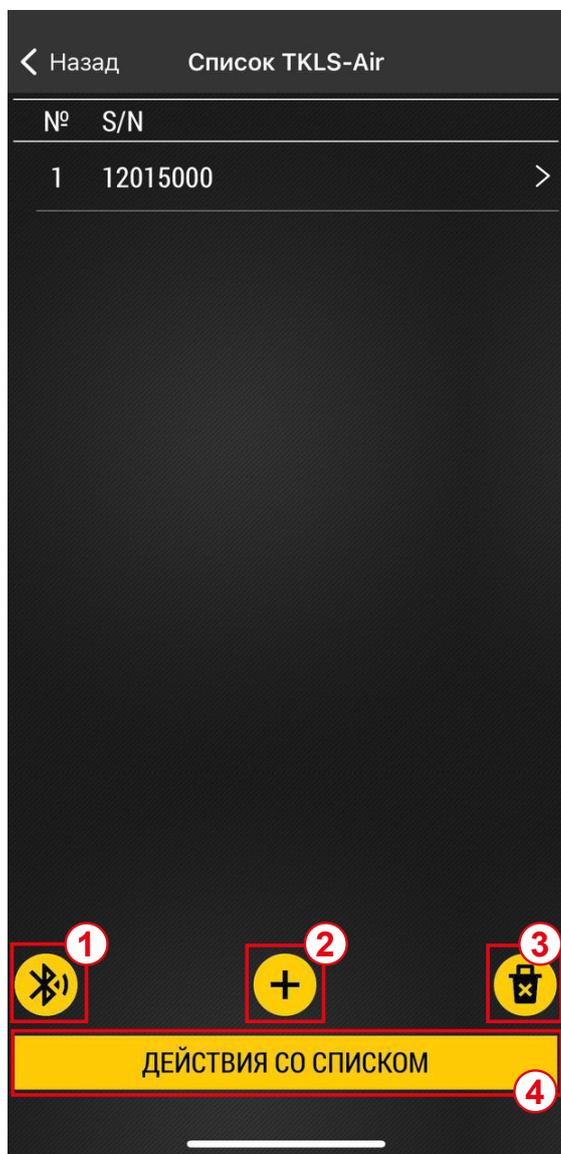
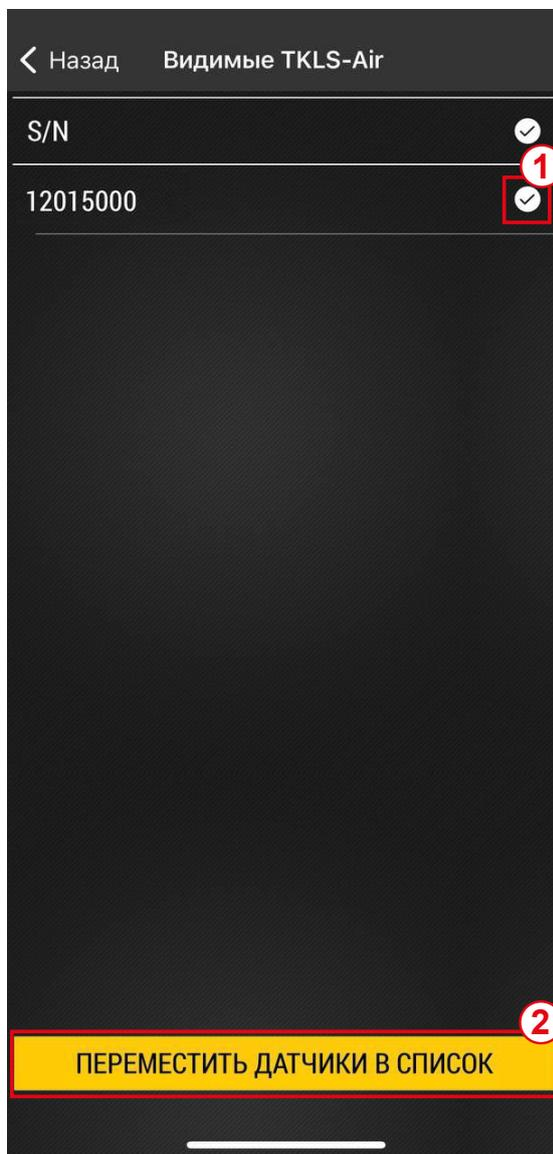
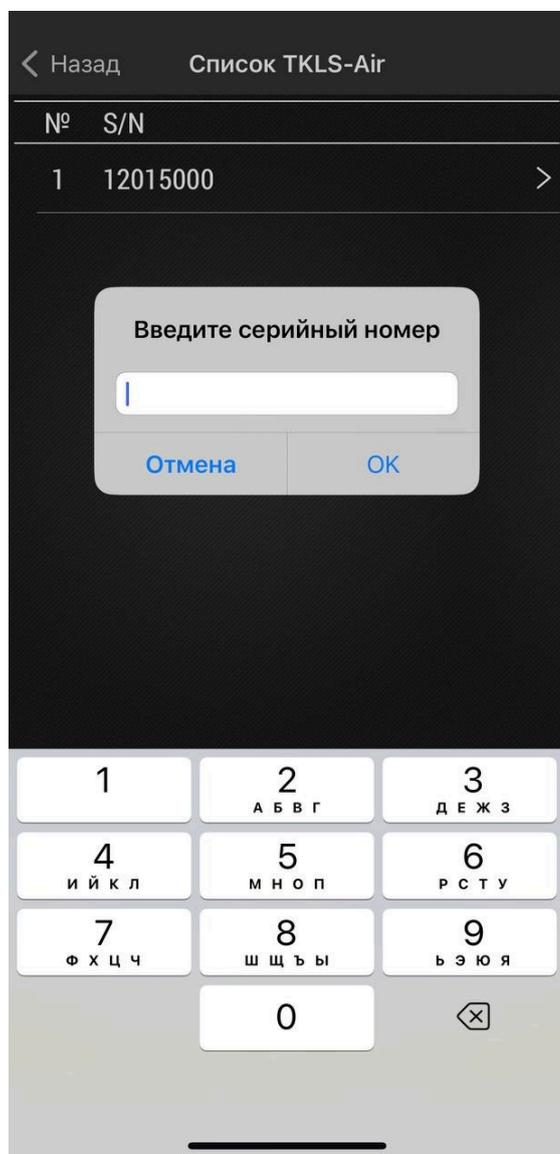
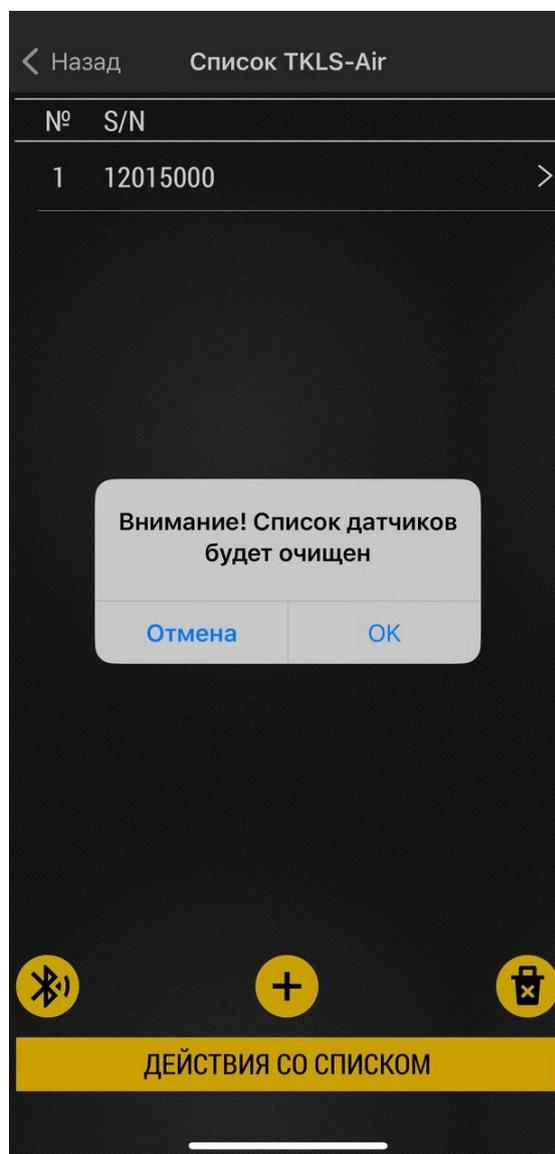

Рис.15. Список TKLS-Air.
Рис.16. Видимые TKLS-Air.
Рис.17. Ручное добавление.
Рис.18. Удаление списка.
- Нажмите на строку "**Список TKLS-Air**". Откроется список датчиков TKLS-Air (**Рис.15**).
- Чтобы добавить датчик, который попадает в зону поиска Bluetooth приемника нажмите на кнопку на **Рис.15, п.1**. Откроется список видимых датчиков. Для выбора беспроводных устройств нажмите на чек-бокс в соответствующей строке (**Рис.16, п.1**). После завершения выбора нажмите на кнопку "**Переместить датчики в список**" (**Рис.16, п.2**).
Чтобы добавить датчик вручную нажмите кнопку на **Рис.15, п.2**. Нажатие кнопки вызывает всплывающее окно, в которое нужно ввести серийный номер датчика (**Рис.17**).
Для удаления всех датчиков из списка нажмите на кнопку **Рис.15, п.3** и подтвердите удаление (**Рис.18**).